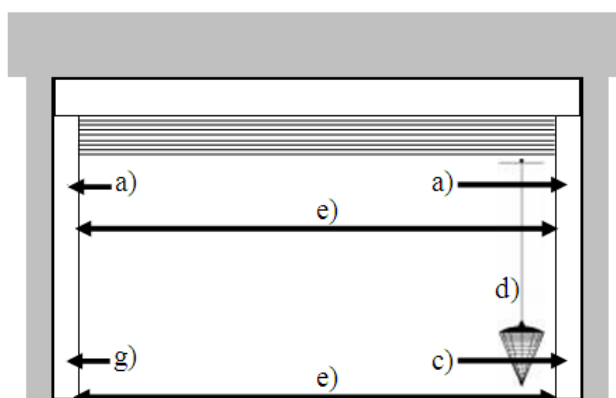

Figure 1
- e) Vérifier le parallélisme des coulisses (figure 1).